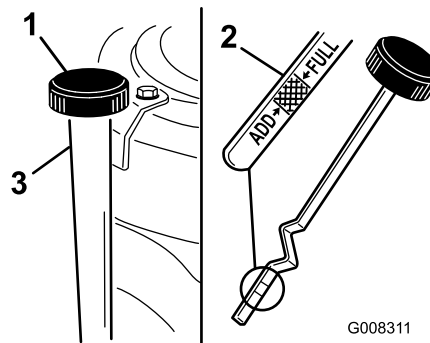

Figure 23
7. Nettoyez la surface autour de la jauge d'huile (Figure 23) pour éviter que des impuretés ne s'introduisent dans le goulot de remplissage, ce qui risquerait d'endommager le moteur.
8. Retirez la jauge d'huile et essuyez soigneusement l'extrémité métallique (Figure 23).
9. Revissez la jauge complètement dans le goulot de remplissage (Figure 23).
11. Nettoyez la surface autour du bouchon de la jauge de niveau d'huile et dévissez le bouchon (Figure 23).
12. Versez avec précaution environ 80% de l'huile moteur dans le goulot de remplissage (Figure 23) (voir Vidange de l'huile moteur et remplacement du filtre).